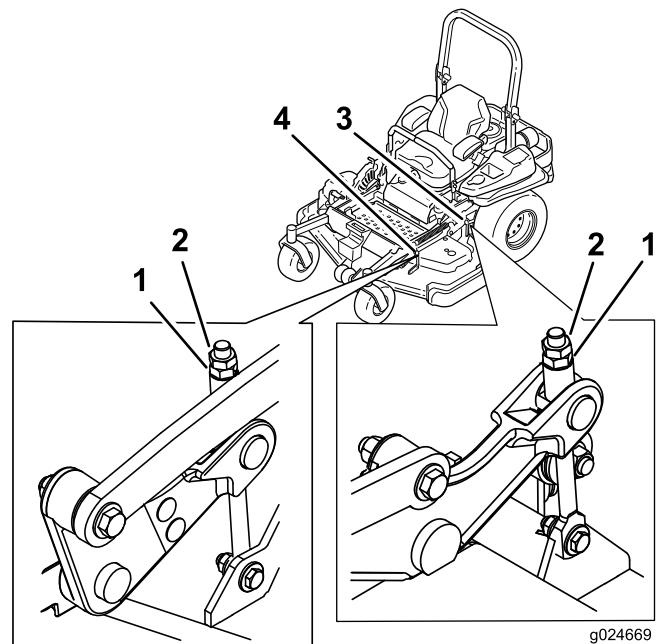

**Figura 83**
8. En ambos lados de la carcasa, mida desde la superficie nivelada hasta la punta delantera de la cuchilla (Posición A) (Figura 83).
**Nota:** La distancia debe ser de 76 mm; consulte Figura 83.
- En ambos lados de la carcasa, mida desde la superficie nivelada hasta la punta trasera de la cuchilla (Posición B). Asegúrese de que la distancia es de 8,3 cm (Figura 83).